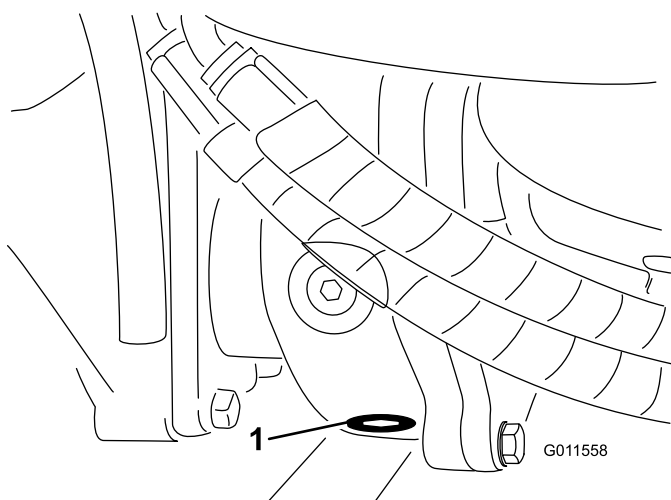

**Figura 62**
2. Pulite attorno ai tre tappi di spurgo, uno per lato ed uno in centro (Figura 62).